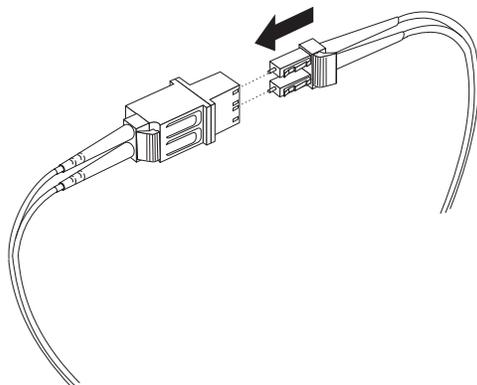

Figura 34. Conectando um Cabo LC-LC ao Adaptador de Cabo LC-SC
4. Insira com cuidado a outra extremidade do cabo LC-LC na extremidade do conector LC do adaptador de cabo LC-SC, conforme mostrado em Figura 34 na página 49. Empurre o conector até que ele se encaixe no local.